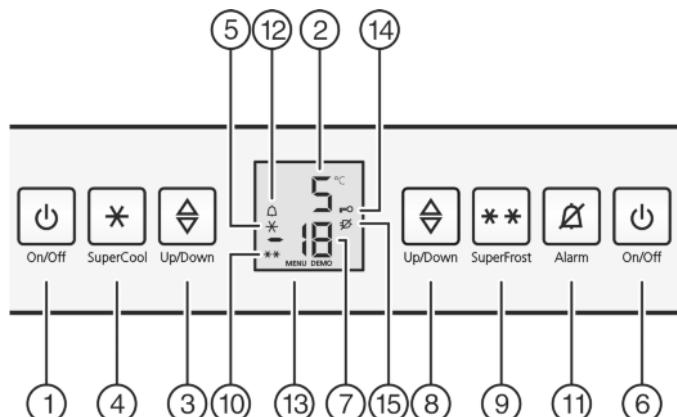

Fig. 2
- Нажмите кнопку On/Off морозильного отделения Fig. 2 (6).
- Нажмите кнопку On/Off холодильного отделения Fig. 2 (1).
- Активация режима настройки: Нажмите кнопку SuperFrost Fig. 2 (9) и удерживайте ее прим. 5 секунд.
- На индикаторе будет отображаться символ «Меню» Fig. 2 (13).
- Для подтверждения нажать и отпустить кнопку «SuperFrost» Fig. 2 (9).
- На индикаторе горит символ «Защита от детей» Fig. 2 (14).
- Нажмите и сразу отпустите кнопку On/Off морозильного отделения Fig. 2 (6).
- Символ «Защита от детей» Fig. 2 (14) гаснет.
- Нажмите кнопку Alarm Fig. 2 (11).
Одновременно мигает индикация температуры и символ тревоги Fig. 2 (12).
Звуковой сигнал выключается автоматически, символ аварийного сигнала Fig. 2 (12) выключается и индикатор температуры перестает мигать, если температура снова становится достаточно низкой.